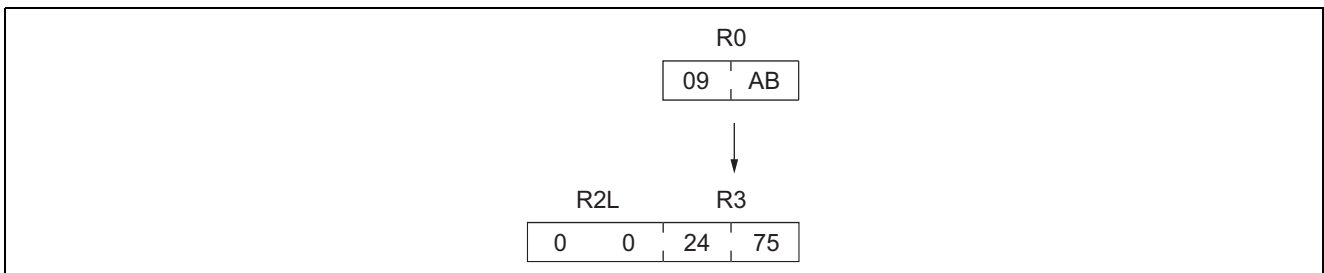

図 32-3 上位ビットを使用しない場合の加算例
(1) 図 32-3 のように上位ビットを使用しない場合は, 使用しないビットに “0” を設定してください。